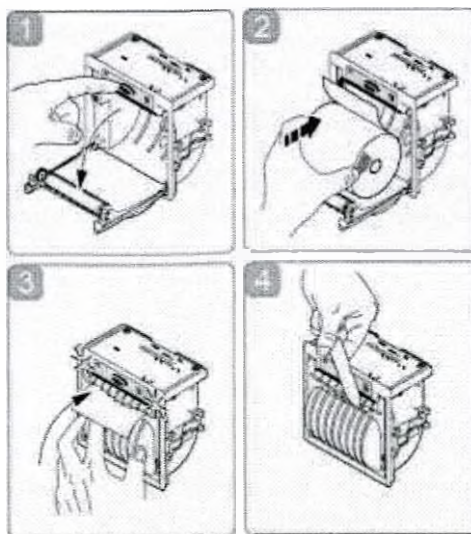

Рис. 4
7. Закройте крышку принтера, прижав ее в углу, так чтобы конец бумаги выступал из щели. См. рис. 4.